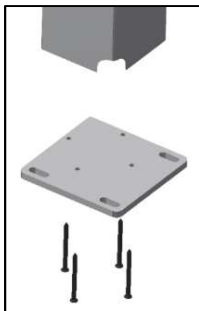
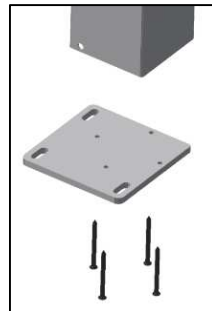

Abbildung 22
Abbildung 21
- » Stützenendkappe Unten (1) mit Stützprofil (2+3) verschrauben (7)
- » Bitte beachten Sie hier, dass der Überstand der unteren Endkappen auf der gewünschten Seite verläuft, insbesondere bei der Stütze mit Hauptentwässerung (Abbildung 22) bzw. die Stützen mit der Notentwässerung (Abbildung 21)